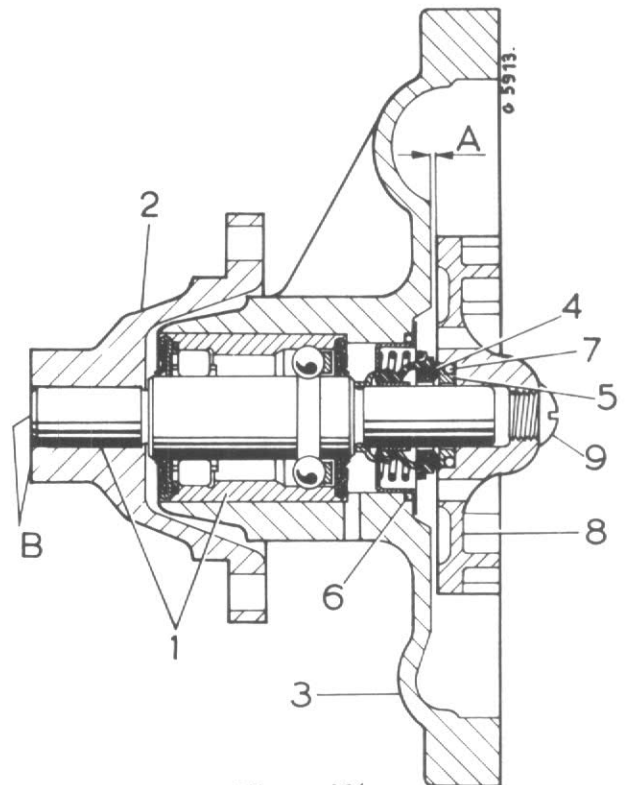

Figure 186
Remplacez l'ensemble du roulement (1) fig. 186 (dans la plupart des cas avec le corps de pompe) si la pompe fonctionne mal et/ou fait du bruit.
fig. 186 quand on intervient sur la pompe à eau.
Remontez la pompe comme représenté fig. 186.
Au montage de la garniture à ressort de tension (4), fig. 186 et de la rondelle de face de roulement (5), assurez-vous que :
Le jeu "A" fig. 186 doit être maintenu lorsque vous appuyez sur l'impulseur.
Enfoncez le moyeu jusqu'à affleurement de l'extrémité de l'arbre, voir "B" fig. 186.